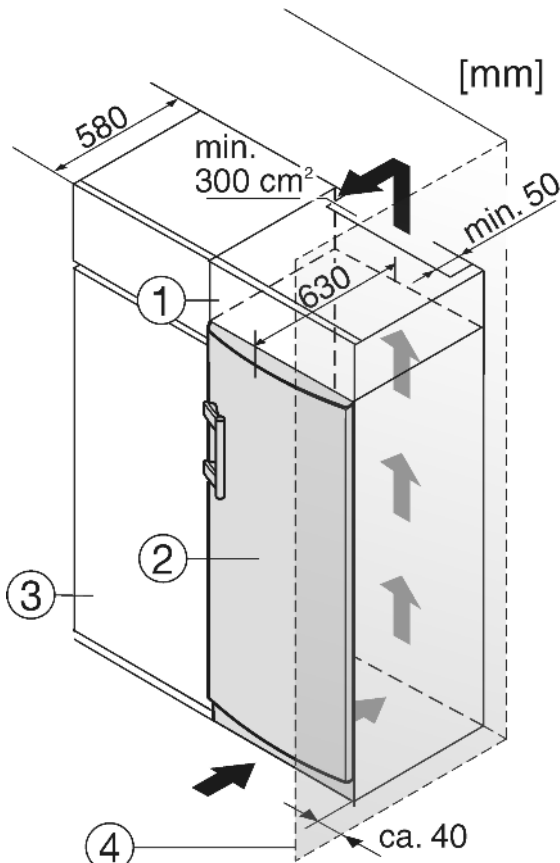

Fig. 8
Устройство может быть окружено кухонными шкафами. Чтобы уравнять устройство Fig. 8 (2) по высоте с кухонной стенкой, можно установить над устройством дополнительный шкафчик Fig. 8 (1).
При комбинировании с кухонными шкафами (глубина макс. , 580 мм) устройство можно установить непосредственно рядом с кухонным шкафом Fig. 8 (3). Дверца устройства выступает по сторонам на 34 мм и по центру устройства на 50 мм относительно передней стенки кухонного шкафа. Поэтому ее можно свободно открывать и закрывать.
Если устройство установлено на шарнирах у стены Fig. 8 (4), то расстояние между устройством и стеной должно быть не менее 40 мм. Настолько выступает ручка при открытой дверце.